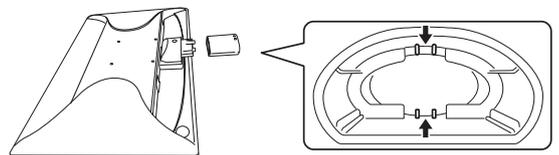

Figure S.2
4. Retirez le col du support. Poussez les deux loquets vers le bas et retirez le col du support (**Figure S.2**).